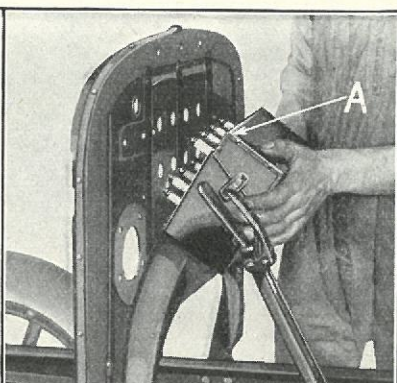

Fig. 80
- (a) Anbring Induktionsrullehuset paa Forbrædtet (Fig. 80-A).